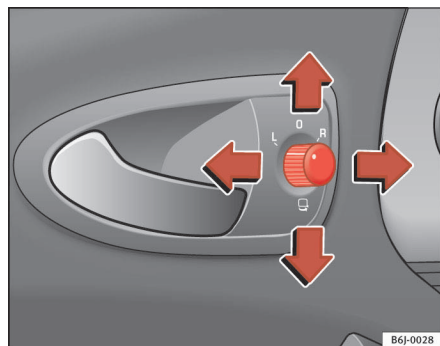

Fig. 63 Commande des rétroviseurs extérieurs
1. Tournez le bouton rotatif ⇒ fig. 63 en position L (rétroviseur extérieur gauche).
- Tournez le bouton rotatif ⇒ fig. 63 en position pour rabattre les rétroviseurs extérieurs. Pour éviter tout dégât, il est conseillé de toujours rabattre les rétroviseurs extérieurs lorsque vous passez dans une installation de lavage automatique.